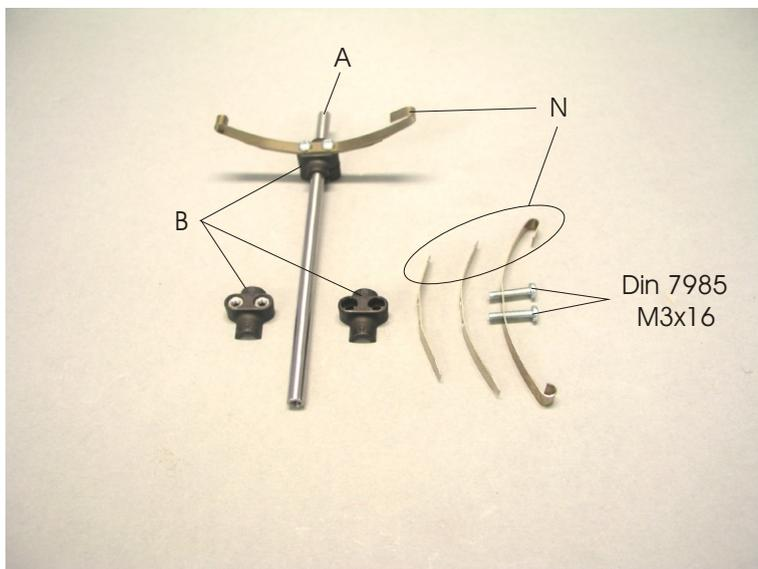

Bild 2
In Bild 2 sehen sie, wie die Achshalter (B) und die Blattfedern (N) mit der Achse (A) verbunden werden. Die Schrauben und U-Scheiben aus dem Blattfederer (N) benötigen sie später zur Montage der Blattfedern am Rahmen.